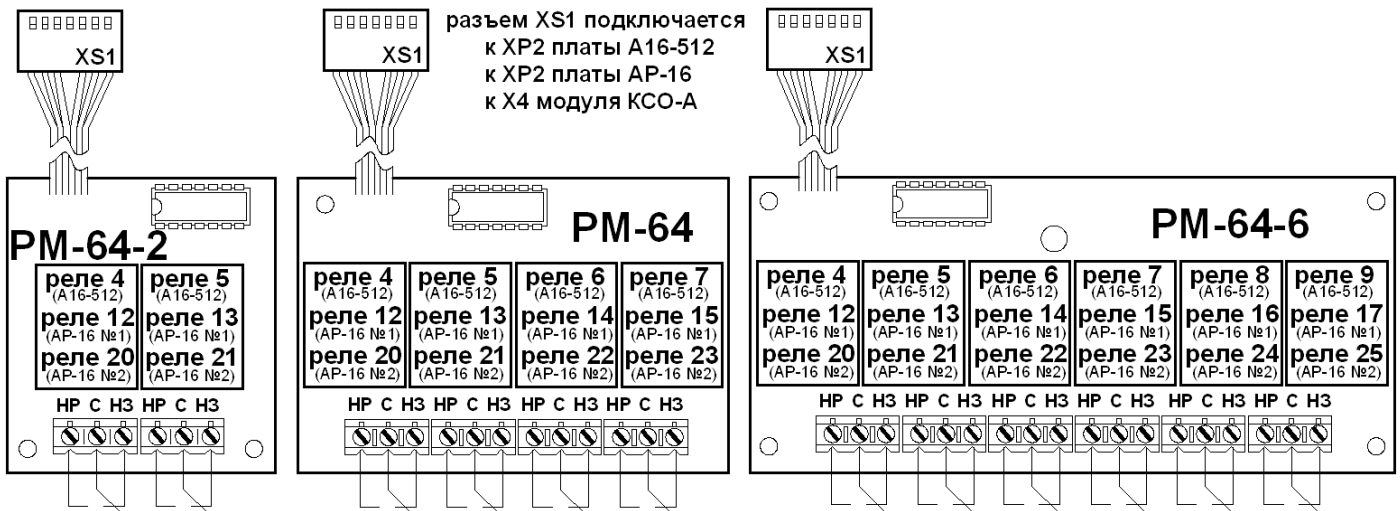

Рисунок 14 – Внешний вид модуля релейного РМ-64 (исполнение РМ-64-2, РМ-64 и РМ-62-6)
- при подключении устройств по линии связи RS-485 рекомендуется распределять общее их количество поровну на две линии связи RS-485 (X1 и X2), рисунок 14.